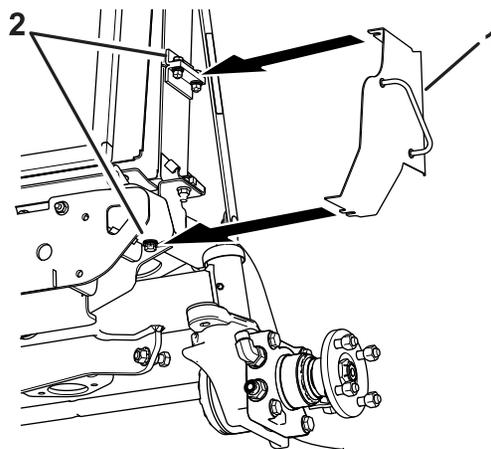

Figura 7
12. Afloje los pernos en el lado del radiador (Figura 7).
13. Deslice el soporte de los protectores del enfriador bajo los cabezales del perno en el soporte del radiador y el parachoques (Figura 7).